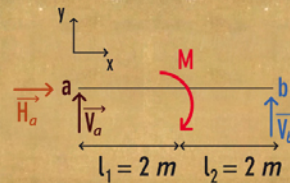

Figura 10. Diagrama de sólido libre
a. Dibujamos el diagrama de sólido libre, en el cual se ponen en evidencia los vínculos ( figura 10).